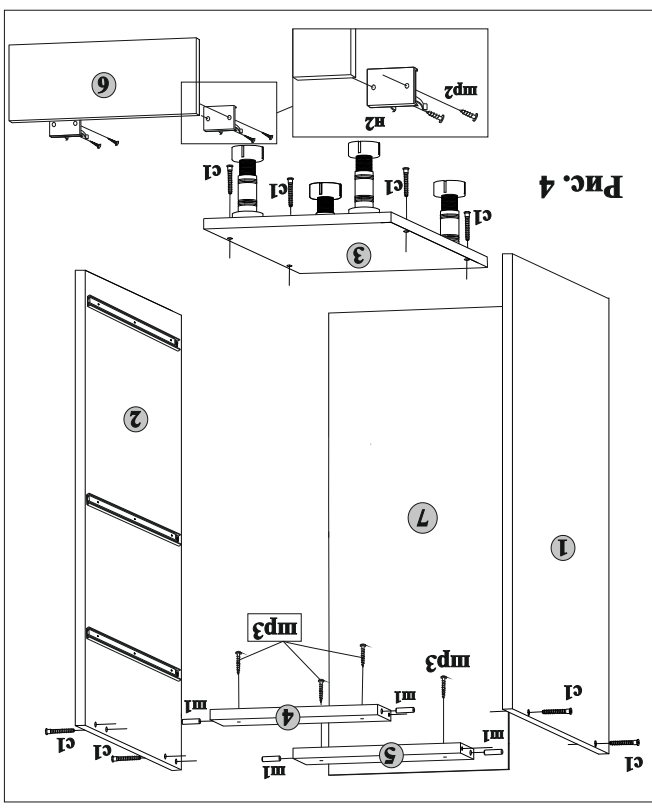

Рис. 4
Примечание: В модулях ШН50 ЗЯ, ШН60 ЗЯ задняя стенка состоит из двух частей и соединительной планки 15.7. Прикрепить колодки клипс н2 к цоколю 6 шурупами шп2, установить клипсы в колодки. Прикрепить цоколь 6 к опорам н1 (рис.4).
5.8. Наложить столешницу, выровнять по корпусу, закрепить шурупами шп3 (рис.4).